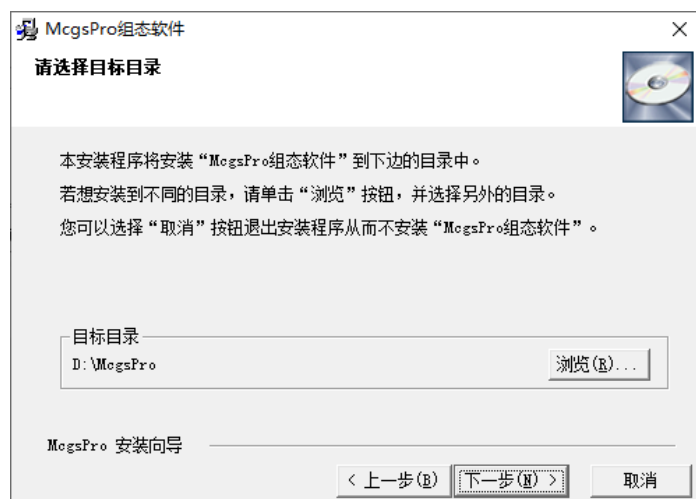

图 2.2-3 选择安装路径
- ⑥ 如图 2.2-3 所示，McgsPro 默认安装到“D:\McgsPro”。如需指定安装路径，请单击【浏览】更改。设置完成后，单击【下一步】：